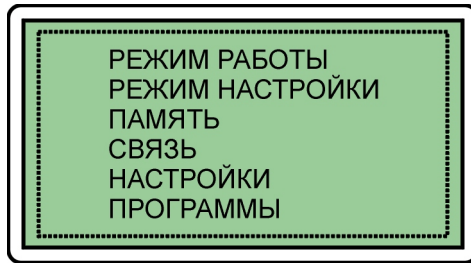

Рис. 6.1 Основное меню дефектоскопа
6.1.1.2 Для вызова основного меню дефектоскопа однократно нажать кнопку "☒" МЕНЮ (рис. 6.1).